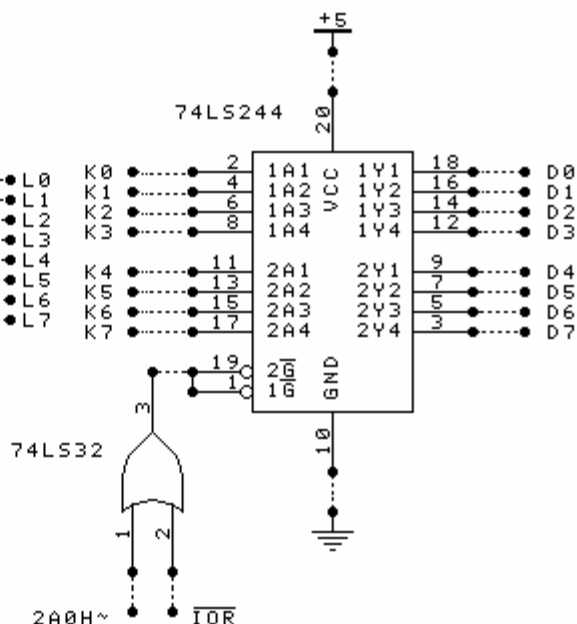

图2-2
3、按下面图2-2简单并行输入接口电路图连接电路(74LS244插通用插座，74LS32用实验台上的“或门”)。74LS244为八缓冲器，8个数据输入端分别接逻辑电平开关输出K0~K7，8个数据输出端分别接数据总线D0~D7。